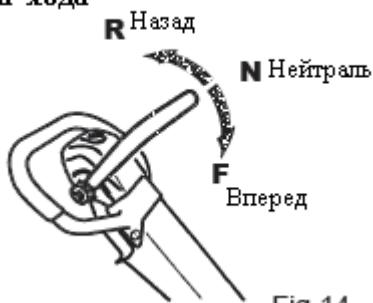

Fig.14
2. Выбор направления движения виброплиты осуществляется с помощью рычага хода. Переместите его вперед для перемещения вперед и назад для включения обратного хода. Если рычаг находится в нейтральном положении, машина остается неподвижной (рис. 14).